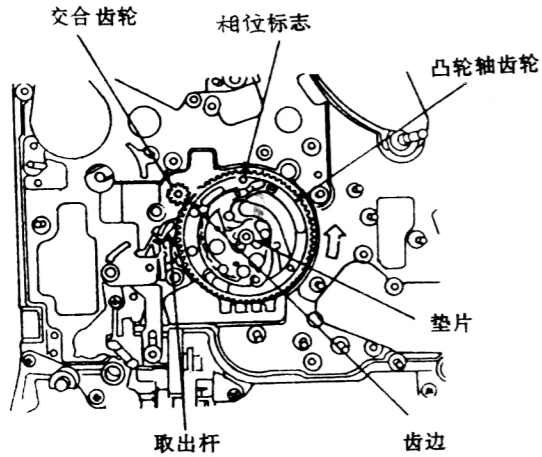

图 1-3-21
1. 安装凸轮轴齿轮时让标志点抬起,然后将清洗磁头装入,如图 1-3-21 所示。